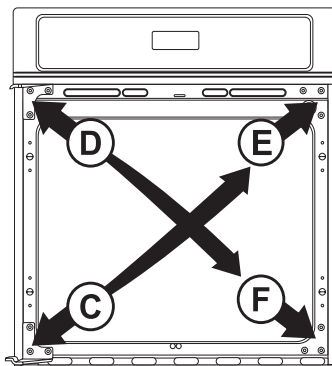

Figure 9
3.2.2. Enlevez la charnière de l'encadrement située du côté gauche en bas de l'encadrement (Voir C, Figure 9) et installez-la du côté opposé soit du côté droit en haut de l'encadrement (Voir E, Figure 9).
- 3.2.3. Procédez de la même façon pour la charnière de l'encadrement située en haut à gauche (Voir D, Figure 9), retirez-la de l'encadrement et réinstallez-la du côté opposé soit du côté droit en bas (Voir F, Figure 9).